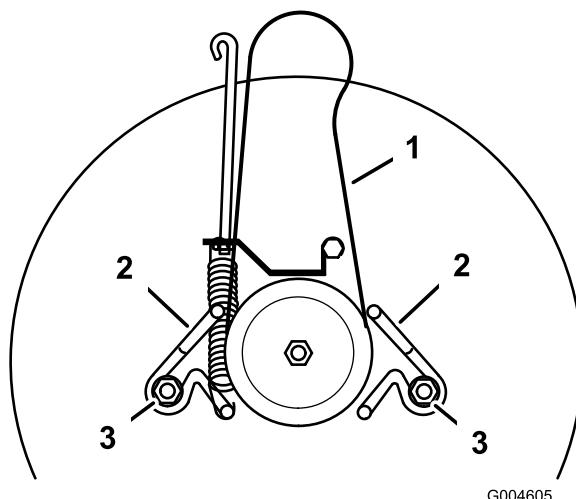

Figura 34
- Allentate i bulloni di fissaggio del guidacinghia e spostate i guidacinghia dalla puleggia (Figura 34).
- Montate la nuova cinghia di trasmissione della lama intorno alla puleggia della lama e dentro entrambi i guidacinghia (Figura 34).
- Regolate i guidacinghia in modo che si trovino a 3 mm di distanza dalla puleggia. Serrate i bulloni di fissaggio (Figura 34).